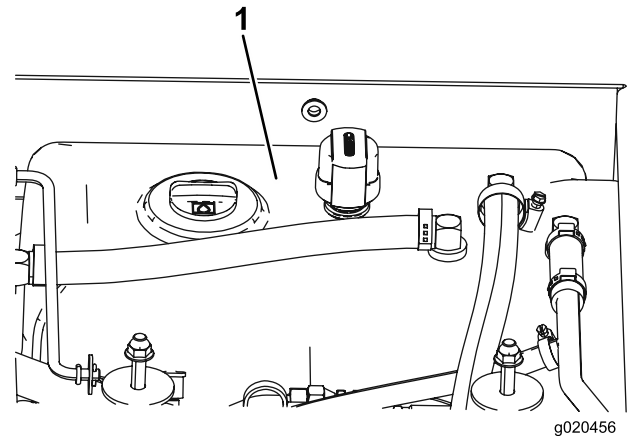

Figura 76
4. Llene el depósito (Figura 76) con fluido hidráulico; consulte Comprobación del fluido hidráulico \(página 58\).